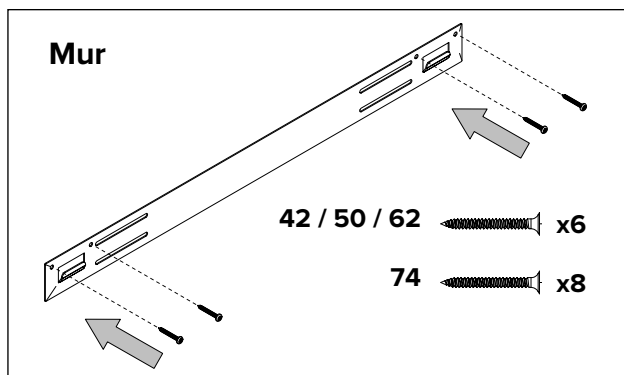

Fig. 3
5. Marquez l'emplacement, puis fixez le support au mur à l'aide des vis et des ancrages, au besoin (fournis). Ce support **DOIT** avoir les crochets orientés vers le haut et **DOIT** être de niveau (**Fig. 3**).